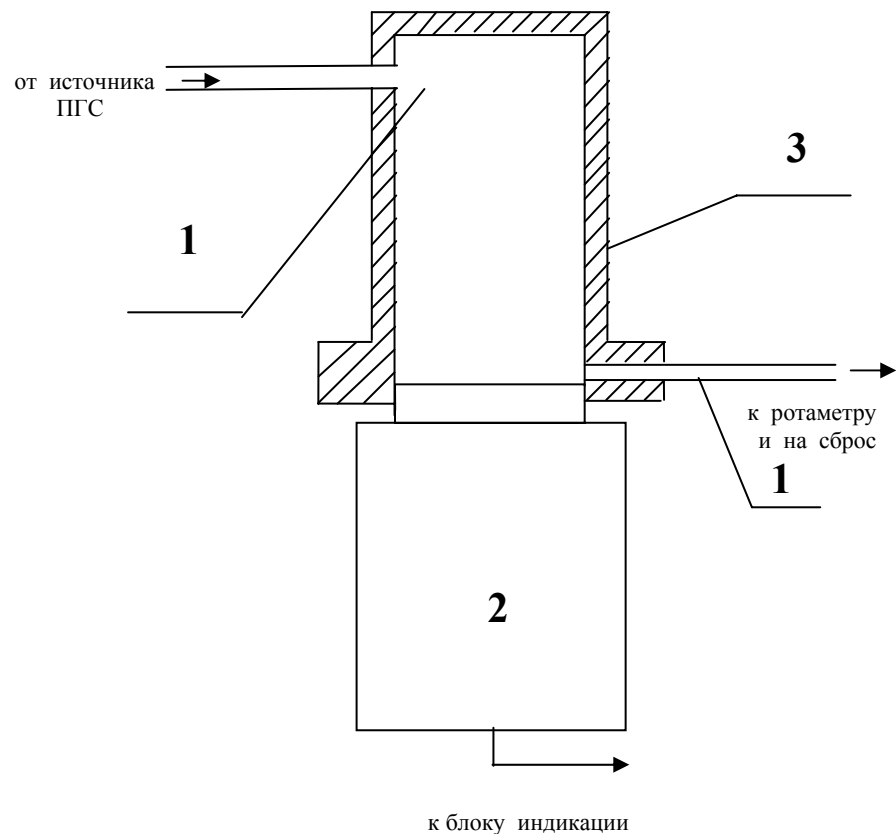

Рис. 3.1. Подача ПГС в адаптер при проверках
3.1.5. В связи с естественным старением сенсоров желательно периодически проверять чувствительность каналов измерения по поверочным газовым смесям (ПГС №5 согласно Методики поверки), приведенным в табл. 5. Смеси подаются с расходом 0,3 – 0,5 л/мин через адаптер, как показано на рис. 3.1.